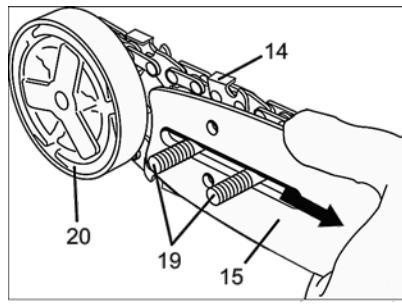

Рисунок 3
- Встановіть напрямну шину (15, рисунок 3) на напрямні гвинти (19) під кришкою зчеплення, якомога ближче до ведучої зірочки, яка розташована під диском зчеплення (20).
- Одягніть ланцюг на ведучу зірочку та вставте хвостовий ланок ланцюга (14, рисунок 3) в паз верхньої частини напрямної шини, переконавшись, що ріжучі кромки ланок дивляться вперед.
- Потягніть напрямну шину вперед, натягнувши таким чином ланцюг (дивіться рисунок 3).